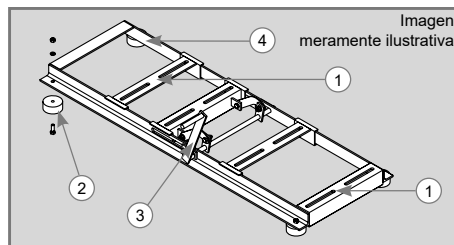

Figura 1
A continuación, fije los amortiguadores de caucho (2) conforme Figura 1. Finalmente deberán ser colocadas las correas y estiradas por intermedio del tensor (3) existente en la base (4).